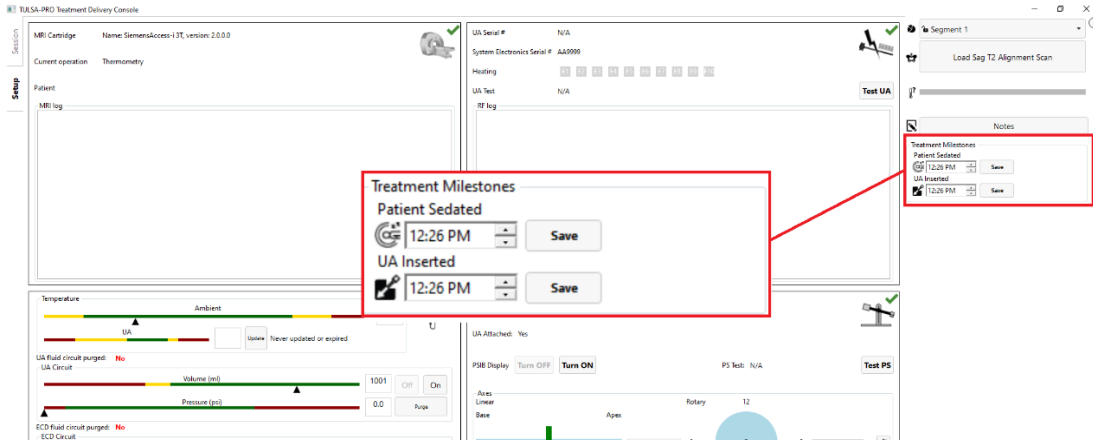

Bild 40: Ange Treatment Milestones (viktiga händelser under behandlingen) på arbetsytan Setup (inställningar) på behandlingskonsolen
1. På arbetsytan *Setup* (inställningar) på behandlingskonsolen anger du tidpunkterna för sedering och införing av ultraljudsapplikatoren under **Treatment Milestones** (viktiga händelser under behandlingen) (*Bild 40*).